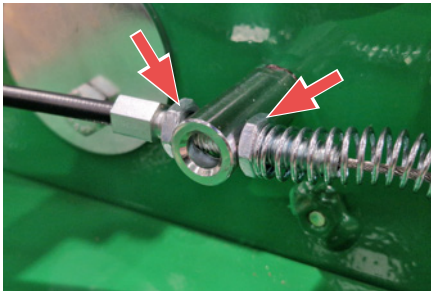
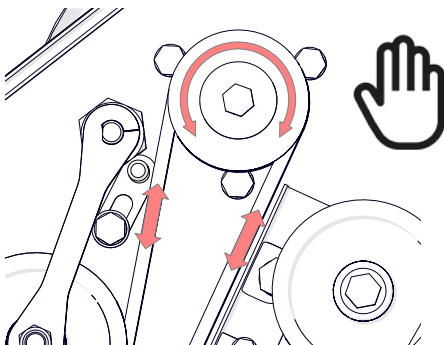

Fig. 16F - Ajustar la tensión regulando las tuercas según corresponda
Fig. 16G - Comprobar que la tensión es correcta moviendo la polea con la mano
- iv. Accione la palanca de corte: la polea tensora entrará en contacto con las correas y las tensará. Ajuste las dos tuercas del cable para aumentar o reducir la tensión de las correas (fig. 16F). Gire la polea superior (con la mano); las correas deben moverse con facilidad y hacer girar la polea inferior en consecuencia (fig. 16G). Cuando la palanca de corte no está accionada, la polea tensora debe descansar sobre las correas y no ejercer ningún tipo de presión (de manera que el giro de la polea no provoque el movimiento de la correa).